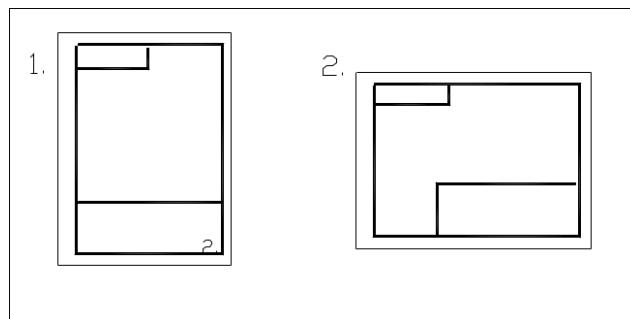

Рисунок 2
**Вопрос 5.** Какое расположение формата А4 правильное (рисунок 2)?